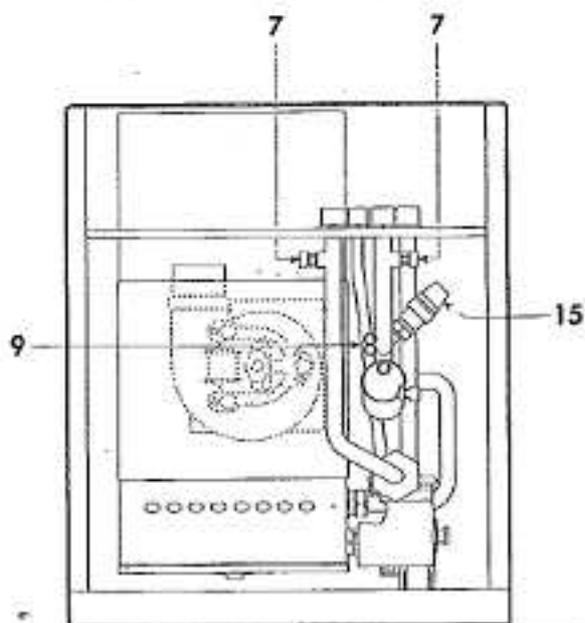

fig. 8
Sfiatare l'impianto di riscaldamento attraverso le valvole di sfiato dei radiatori e della caldaia (7 - fig. 8). Ricontrollare la pressione di impianto sul termomanometro ed eventualmente procedere ad una nuova immissione di acqua, procedendo come già descritto.
Chiudere le saracinesche di servizio (4, 5 - fig. 7) e aprire completamente il rubinetto (6 - fig. 7). Aprire infine le valvole di sfiato caldaia (7 - fig. 8).
N.B. Prima di riempire nuovamente l'impianto ricordarsi di richiudere il rubinetto di scarico (6 - fig. 7), le valvole di sfiato dei radiatori e della caldaia (7 - fig. 8).